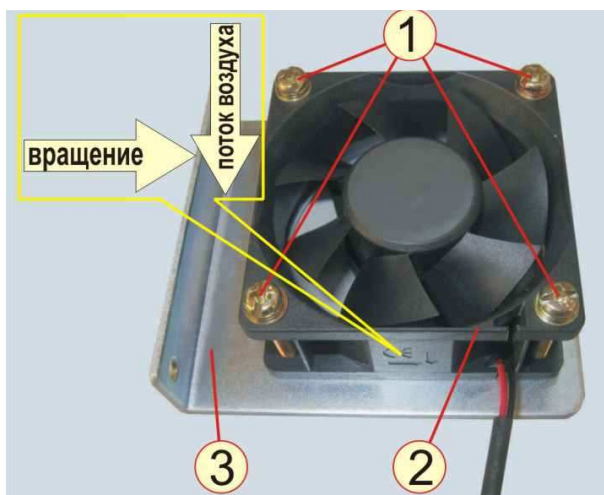

Рисунок 7.15
7.7.1 Взять вентилятор 2, установить на стойку 3, вкрутить четыре винта 1 (рисунок 7.15).